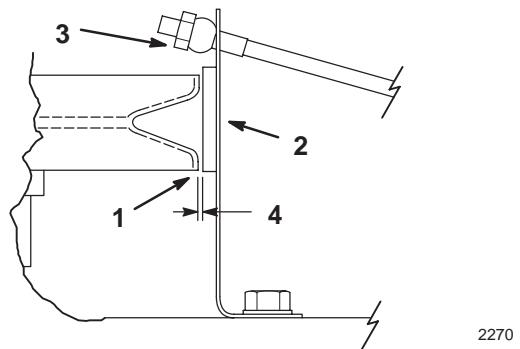

Bild 30
3. Messen Sie mit einer Fühlerlehre den Abstand zwischen dem unteren Flansch der (3) Messerriemscheiben und der Bremsbacke (Bild 30). Stellen Sie die Klemmmutter an den Bremsstangen ein, um einen richtigen Abstand von 0,5 bis 1,5 mm zu erhalten (Bild 30).